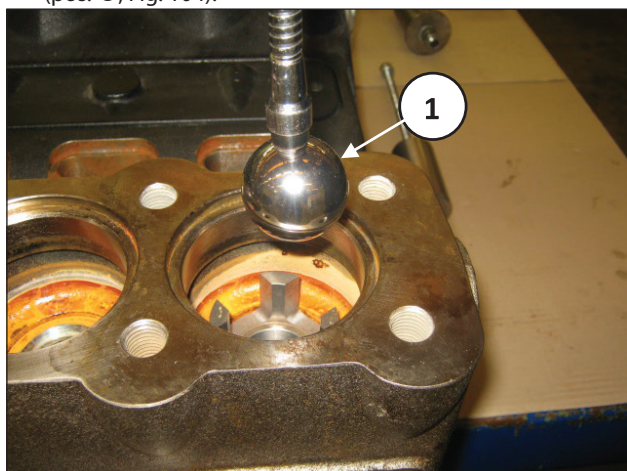

Fig. 104
D) Estrarre le sfere utilizzando un magnete od altro attrezzo (pos. ①, Fig. 104).